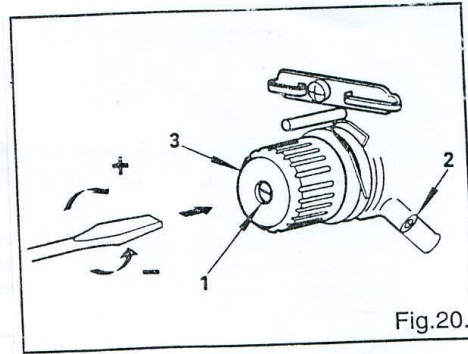

Fig.20.
16. Регулировка натяжения и величины шага нитепритягательной пружины (Рис. 20)